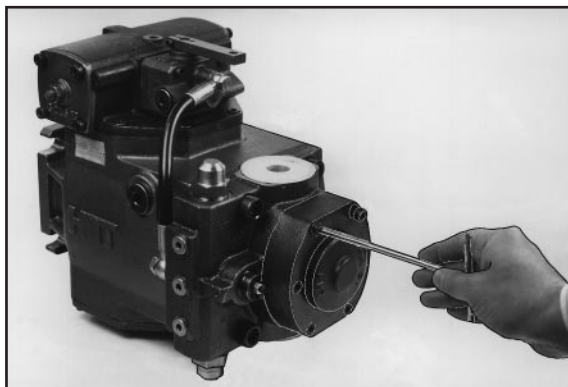

Fig. 1
5.2.1 - Allentare ed estrarre le viti di fissaggio (68)(fig.1) e rimuovere il corpo della pompa di sovralimentazione (5) dal coperchio distributore (2).
5.2.1 - Remove screws (68) (fig.1) and separate the casing of the boost pump (5) from distributor cover (2).